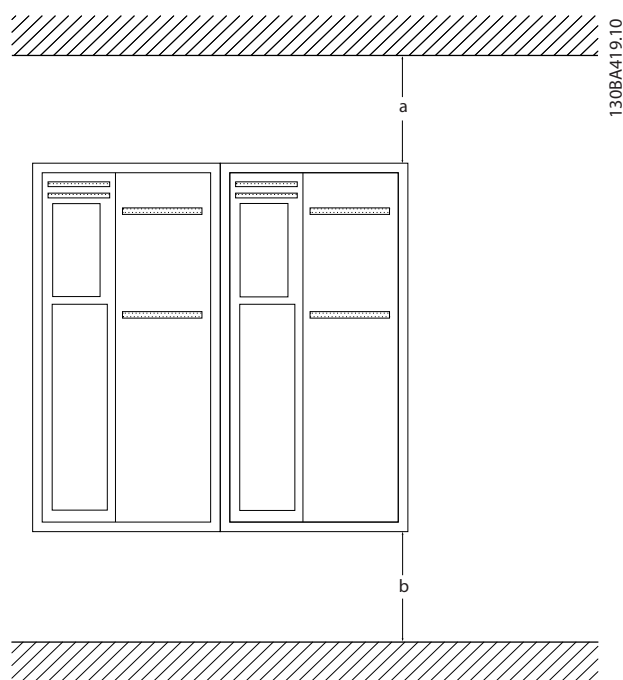

Bild 2.1 Övre och nedre kylningsavstånd
- Se till att det finns tillräckligt ventilationsavstånd nedtill och upptill. Normalt krävs 100-225 mm. Se Bild 2.1 för avståndskrav